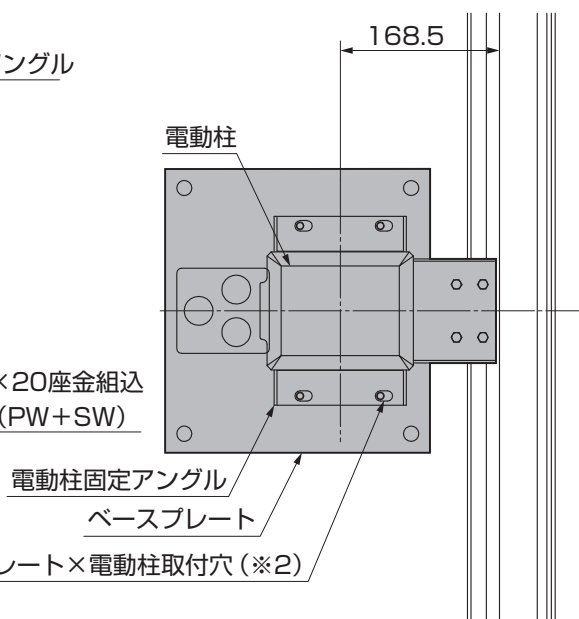

図6-4
- ベースプレート×電動柱取付穴は長穴になっていますが、長穴左側が標準取付位置(※2)になります。(図6-4参照)